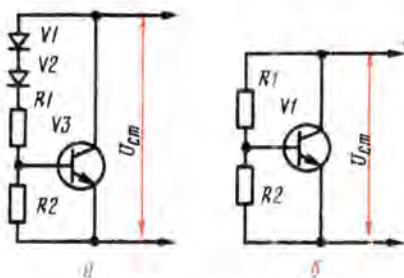

Рис. 4
В заключение — о температурной стабилизации режима работы транзисторов выходного каскада, которая, как известно, состоит в том, чтобы обеспечить постоянство их тока покоя при изменении температуры. Это целесообразно делать, компенсируя температурную нестабильность наиболее чувствительного к изменению температуры параметра — напряжения база — эмиттер. Обычно для температурной стабилизации используют те же самые устройства, что и для установливания тока покоя. Схемы двух таких устройств, чаще всего применяемых для этих целей, показаны на рис. 4, а и б. По существу, это транзисторные эквиваленты стабилитронов с переменным напря-
жением стабилизации $U_{ст}$. Для первого из них (рис. 4, а) $U_{ст} = U_{бэ}(1 + R1/R2) + nU_{д}(U_{бэ} - \text{напряжение на эмиттерном переходе транзистора, } U_{д} - \text{прямое падение напряжения на одном диоде, } n - \text{число диодов})$, для второго (рис. 4, б) $U_{ст} = U_{бэ}(1 + R1/R2)$. Чтобы замкнуть петлю терморегулирования, на теплоотводе одного из выходных транзисторов устанавливают либо диоды (рис. 4, а), либо сам транзистор (рис. 4, б).
Элементы цепей термостабилизации следует выбирать с учетом тепловых сопротивлений так, чтобы приращение напряжения стабилизации $U_{ст}$ было равно приращению напряжений база — эмиттер выходных транзисторов. В устройстве, выполненном по схеме на рис. 4, а, число диодов должно быть равно знаменателю выражения (1), а это значит, что отношение $R_{пк}/R_{кк}$ может быть только целым числом.
Что касается устройства по схеме на рис. 4, б, то при таком способе термостабилизации отношение $R_{пк}/R_{кк}$ может быть и не целым числом, но оно обязательно должно быть равно отношению $R1/R2$. Иначе говоря, и в этом случае сопротивление $R_{кк}$ не произвольно, а самым тесным образом связано с параметрами элементов термостабилизирующего устройства.